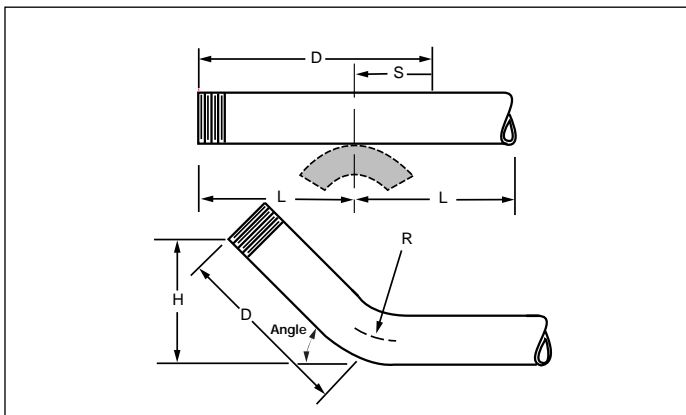

Figure 6
1. Dans le tableau 2, rechercher la distance diagonale (D) qui correspond à la dimension relevée souhaitée (H). Marquer la distance (D) à partir de l'extrémité d'une longueur droite du tuyau.
2. Rechercher la taille du tuyau dans le tableau pour obtenir la mesure de la recouvreance (S) à l'angle de cintrage souhaité.
3. Marquer la mesure (S) sur le tuyau, comme illustré à la Figure 6.
Les marques (B) ne peuvent pas être plus proches des extrémités du tuyau que la distance (L), sinon les extrémités ne seront pas soutenues par les sabots de pivot (voir la Figure 6, Exemple 3 et le Tableau 5 " L " requise).